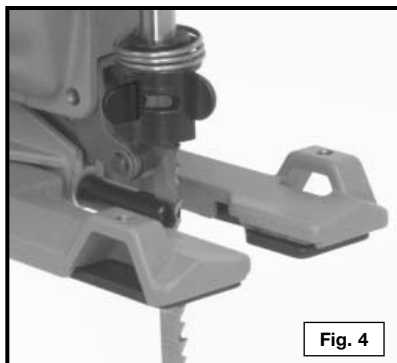

Fig. 4
5. Les dents de la lame étant dirigées vers le devant de la scie, insérez la lame à travers le guide de lame dans le porte-lame aussi loin que possible, et relâchez les leviers. Voir Fig. 4.
6. Tirez la lame vers le haut jusqu'à ce qu'elle se bloque en place. La lame est posée de façon appropriée lorsque les leviers sont alignés comme illustré à la « Fig. 4 ».